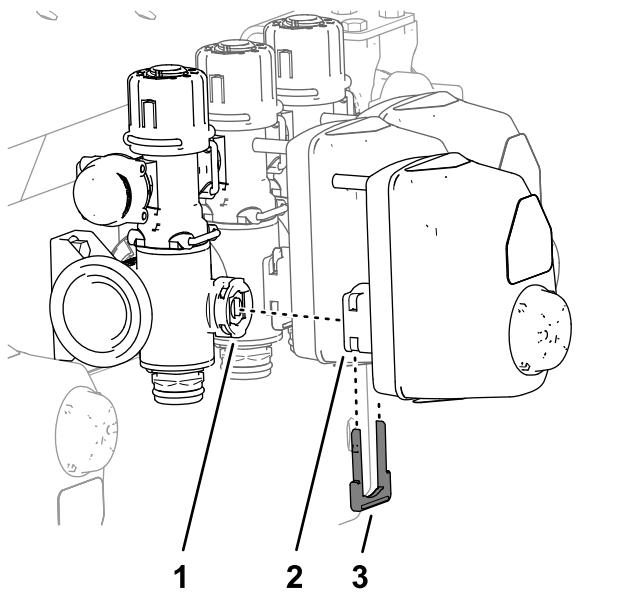

Figura 39
- Alinee el acoplamiento del actuador de la válvula de sección que se retiró anteriormente (Figura 39) con el orificio del vástago del distribuidor.
- Sujete el actuador de la válvula de sección al distribuidor con la horquilla de retención que se retiró anteriormente (Figura 39), como se muestra en la Figura 42.